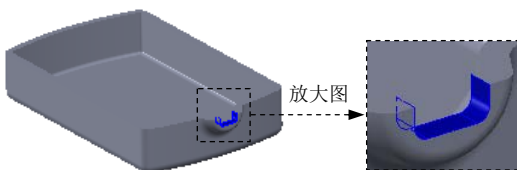
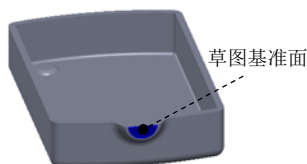
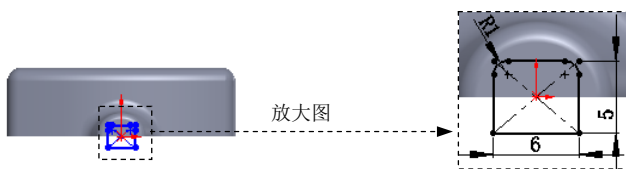

图 3.34.30 切除-拉伸 1
图 3.34.31 草图基准面
图 3.34.32 横断面草图 1
Step3. 创建图 3.34.30 所示的零件基础特征——切除-拉伸 1。选择下拉菜单 **插入(I)** → **切除(C)** → **拉伸(E)...** 命令。选取图 3.34.31 所示的模型表面作为草图基准面，绘制图 3.34.32 所示的横断面草图 1，采用系统默认的深度方向，在“拉伸”对话框 **方向1** 区域的下拉列表中选择 **给定深度** 选项，输入深度值 10.0。单击 按钮，完成切除-拉伸 1 的创作。